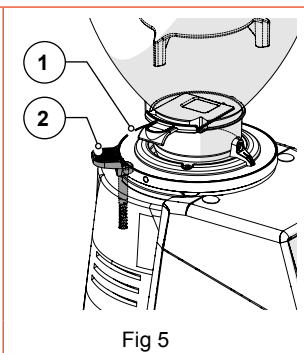

Fig 5
• Alavanca de bloqueio de segurança (Fig 5)